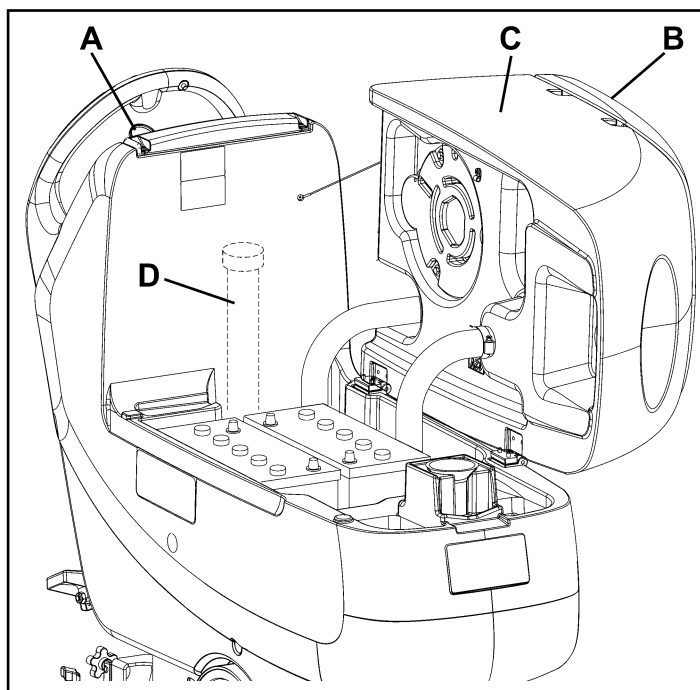
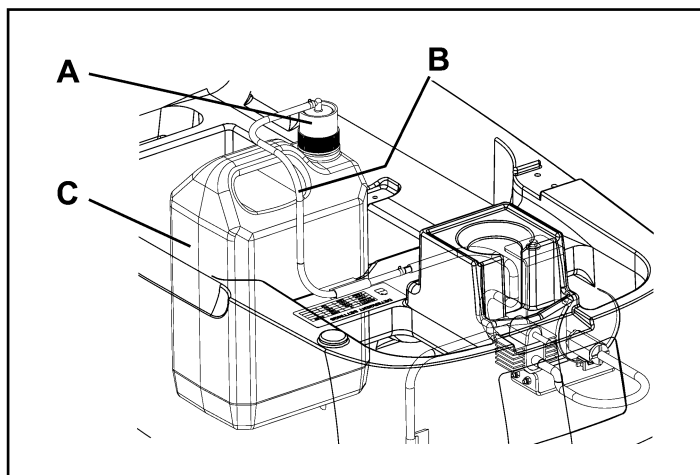

Figure 34
Figure 35
Nettoyer le réservoir du détergent (C, Fig. 35) en procédant comme suit :
2. Tourner la clé de contact (A, Fig. 34) sur "0".
3. Ouvrir le couvercle (B) et vérifier que le réservoir d'eau de récupération (C) est vide. Dans le cas contraire, le vider au moyen du tuyau de vidange (D). Fermer le couvercle (B).
4. Soulever le réservoir (C) avec soin.
5. Dévisser le bouchon (A, Fig. 35) et déconnecter le tuyau (B) du réservoir (C).
8. Reposer le réservoir (C) et le connecter au tuyau (B).
- lorsque la tête porte-brosses cylindriques (S, Fig. 2 - page 73) est installée sur la machine, le ressort à gaz (A, Fig. 34) ne doit pas être installé.